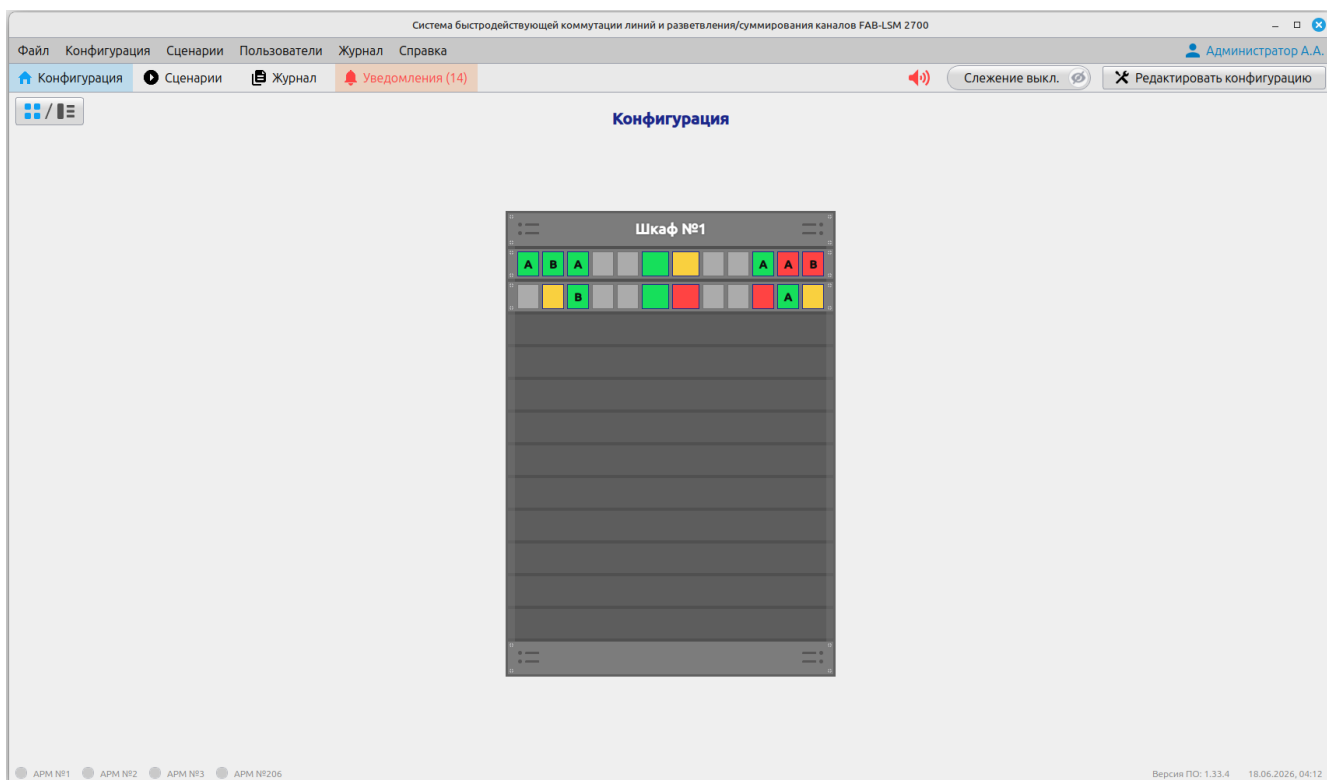

Рисунок 18 – ПО АРМ СБКЛ-РСК 2700. Вкладка «Конфигурация» в режиме мониторинга
1.4.5.5.1 В режиме мониторинга вкладка «Конфигурация» отображает весь состав Изделия с отображением состояния всех его узлов (Рисунок 18).